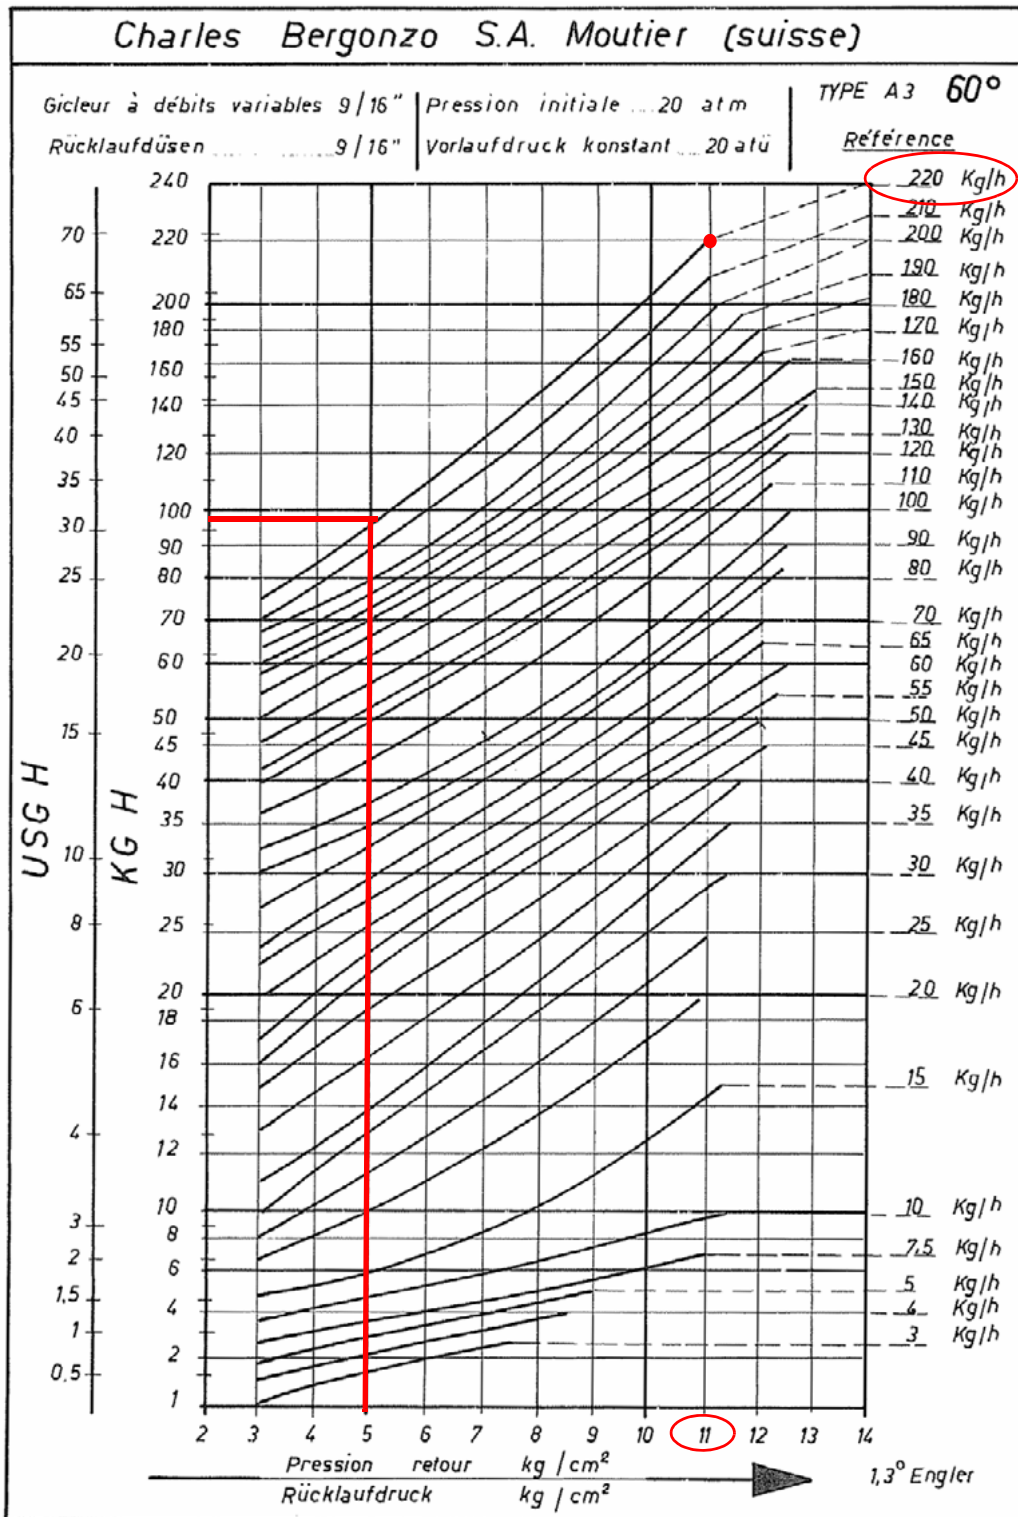
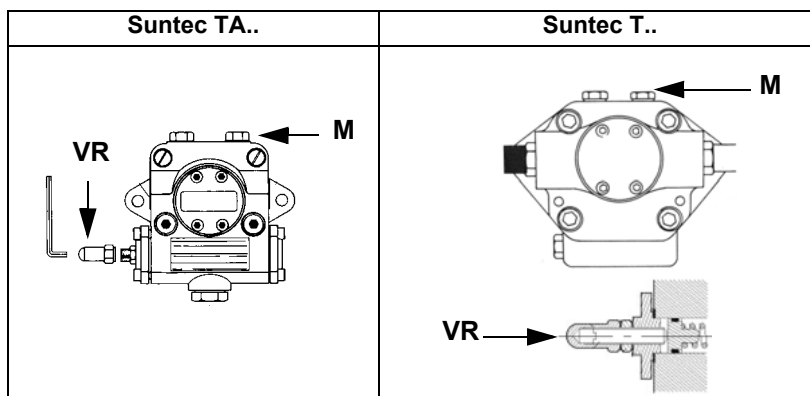

Рис. 21
Рис. 22
- 3 выпустить воздух со штуцера (M) манометра насоса (Рис. 21), расслабив слегка заглушку, но не снимая ее; затем отпустить контактор;
Давление питания форсунки уже отрегулировано заранее на заводе-изготовителе и не должно изменяться. Только в случае необходимости, отрегулировать давление питания (см. соответствующий параграф) следующим образом: установить манометр в положение, указанное на Рис. 22, воздействовать на регулировочный винт VR насоса (см. Рис. 21 и на стр 21) до получения на форсунке давления в 20 или 25 бар (форсунки Bergonzo или Fluidics/UNIGAS см. графики на стр 34).